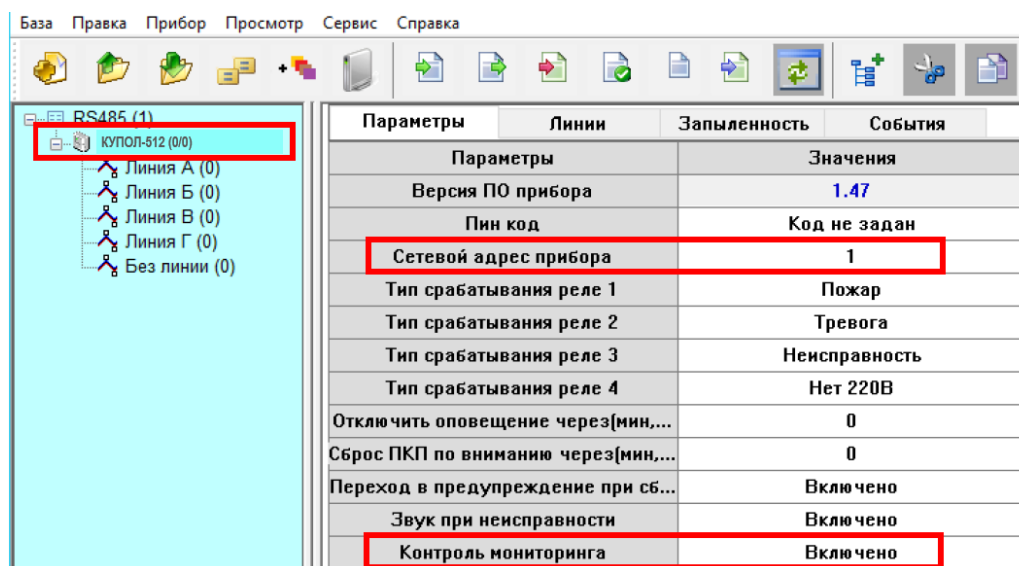

Рис. 3 Установка параметров АПКП.
2.2.2. При подключении на один порт RS-485 нескольких АПКП необходимо с помощью Конфигуратора установить сетевой адрес прибора от 1 до 8, как показано на рис.3. Адреса не должны повторяться.